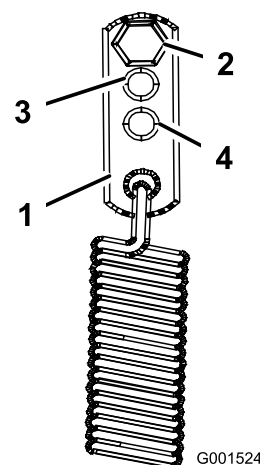

Figure 43
3. Pour des conditions de conduite plus difficiles, déplacez les ancrages de ressort aux positions service moyen ou lourd (Figure 43). Les ancrages de ressort sont fixés au coin arrière supérieur des protections de la transmission hydraulique sur les côtés gauche et droit de la machine.
Le levier du frein de stationnement est situé sur le côté droit de la machine (Figure 43). Si le frein de stationnement ne reste pas serré correctement, réglez-le